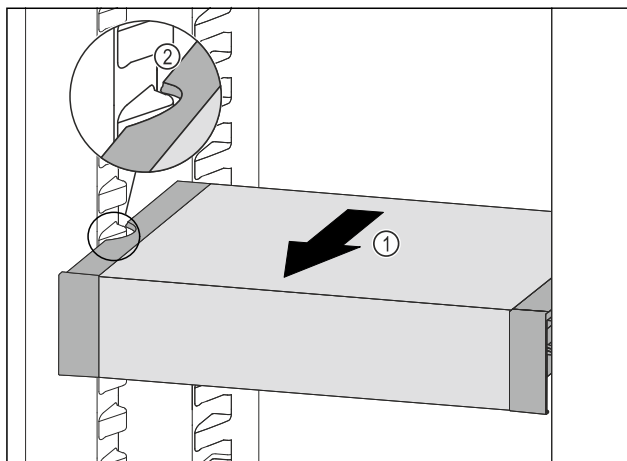

Fig. 92
- ▶ Trekk VarioSafe forover Fig. 92 (1), til utsparingene på sidene av VarioSafe er på nivå med rillene i kjøleskapet. Fig. 92 (2)